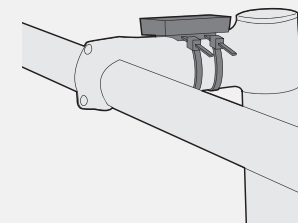

図17: ステムに固定されたベース
2. ステム上で、ネジ穴をバイクの後ろ側に向けてコンピューターベースの位置を調整します (図17)。